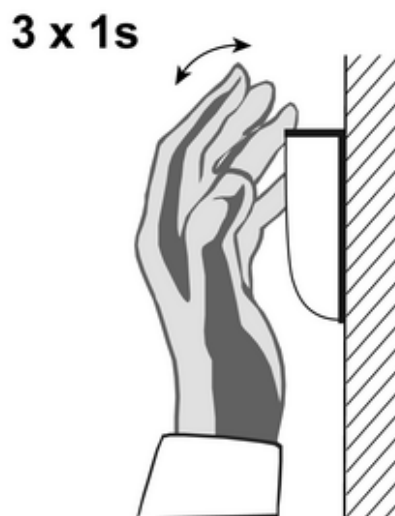

Bild 2
- Bewegungsmelder innerhalb von 9 Sekunden mindestens dreimal für ca. 1 Sekunde mit der Hand abdecken (Bild 2).